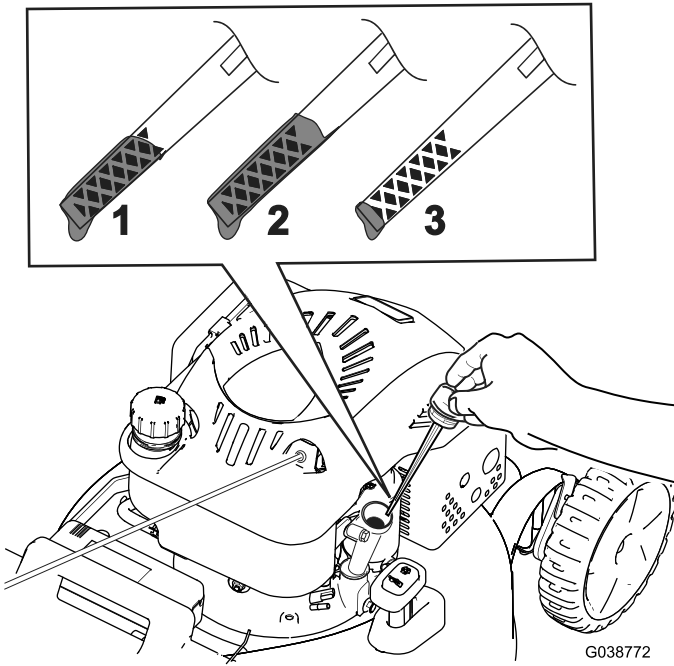

Bild 11
2. Entfernen Sie den Peilstab, indem Sie den Deckel nach links drehen und herausziehen (Bild 11).
5. Lesen Sie den Ölstand am Peilstab ab. (Bild 11)
- Wenn der Ölstand am Peilstab zu niedrig ist (Bild 11), füllen Sie langsam etwas waschaktives Öl (SAE 30 oder SAE 10W-30)
- Wenn der Ölstand am Peilstab zu hoch ist (Bild 11), lassen Sie Öl ab, bis der Ölstand am Peilstab richtig ist, siehe Wechseln des Motoröls (Seite 18).